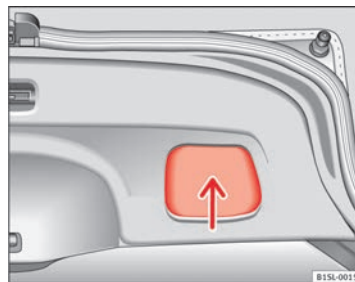

Fig. 23 Porta do porta-bagagens aberta: cavidade para puxar.
- Agarre a cavidade do revestimento interior da porta do porta-bagagens ⇒ Fig. 23 (seta).